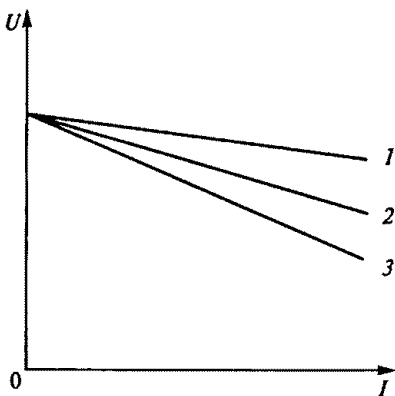

Рис. 232
9.77. Синхронный генератор работает на отдельную активно-индуктивную нагрузку. В каком соотношении находятся коэффициенты мощности потребителей, при которых генератор имеет внешние характеристики, приведенные на рис. 232?